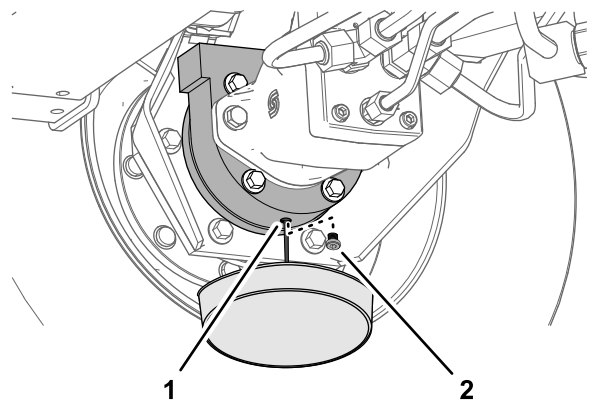

図 107
6. ブレーキハウジングの下に容器を置き、プラグを外してオイルを抜く図 107。